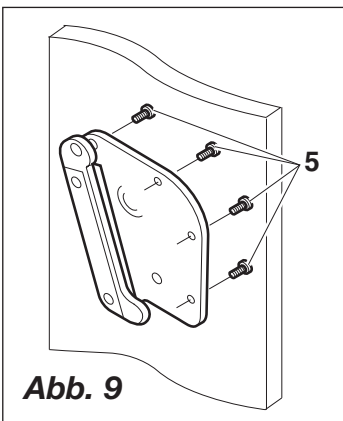

Abb. 9
- Lagerplatten von außen an die Seitenwänden mit je 4 Senkkopf- schrauben **5** M8 x 30 mm festschrauben, siehe **Abb. 9**